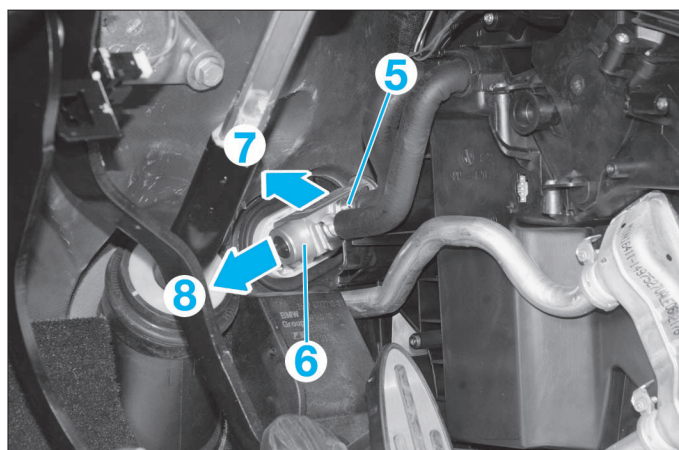

FIG. 32
- Selon modèle, dégager la bride de maintien (5) des canalisations (Fig.32).
- Tirer le détendeur (6) dans le sens de la flèche (7), vers le compartiment moteur puis le déposer en le tirant vers la colonne de direction (flèche) (8).